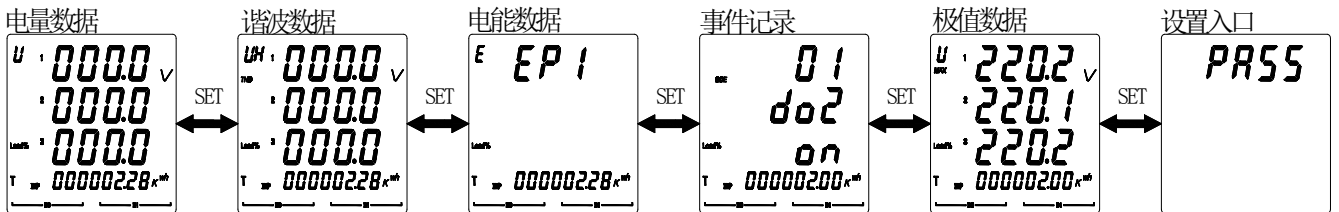

图 16
5.2.3 查看 DEMR-AC3-DXX-E 的各类电量参数的步骤如图 16、17 所示